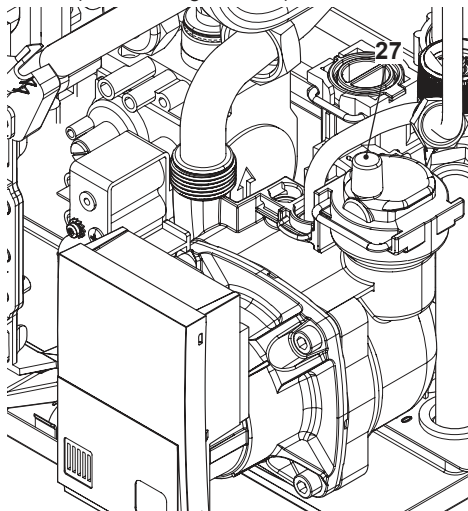
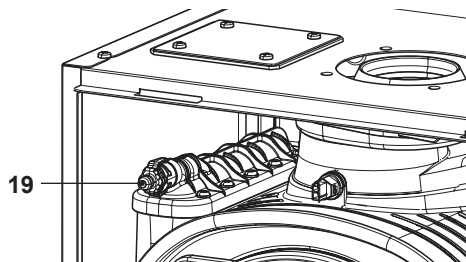

Figura 9.10
Figura 9.11
- Para facilitar el vaciado, levante el tapón 27 de la válvula de purga automática indicado en la Figura 9.10 y afloje el racor de purga del intercambiador primario de condensación (19 en la Figura 9.11).